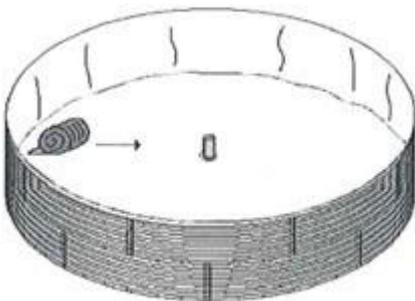
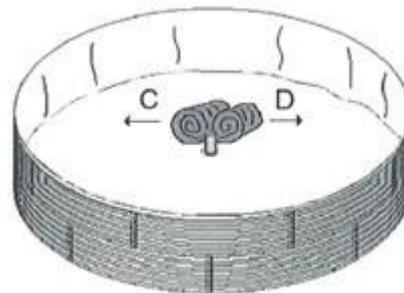

Figura 9
Figura 10
1. Coloque a geomembrana no depósito antes das paredes deste estarem levantadas, e por cima do geotêxtil. Se o tanque tiver diâmetro $\leq 14\text{m}$ deve-se começar a desenrolar a geomembrana a partir da parede do tanque (figura 9). Se o tanque tiver diâmetro $> 14\text{m}$ a geomembrana deve ser desenrolada a partir do centro (figura 10).